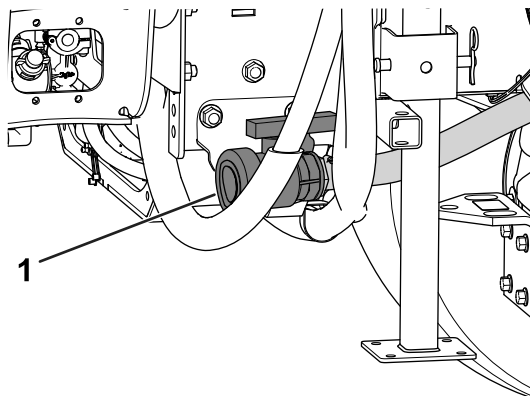

Figure 92
2. Trouvez l'emplacement du robinet de vidange de la cuve du côté droit de la machine (**Figure 92**).